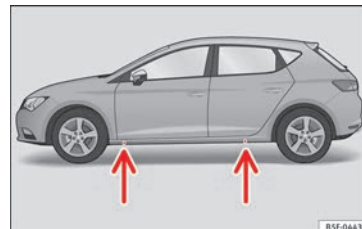

Fig. 74 Traverse : repères.
- Recherchez sur le bas de caisse la marque du point d'appui du cric (zone renforcée) le plus proche de la roue à changer » fig. 74.